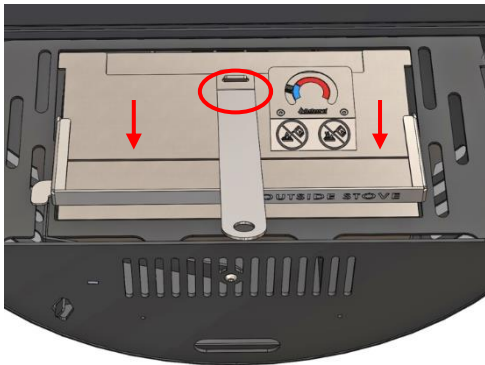

Abbildung 5 - Verwenden Sie den Aduro-Griff zum Öffnen des Brenners
7. Setzen Sie den Brenner in den Ofen und verwenden Sie den Aduro-Griff, um den Schieber zurückzuziehen und den Brenner zu öffnen. Siehe Abbildung 5.